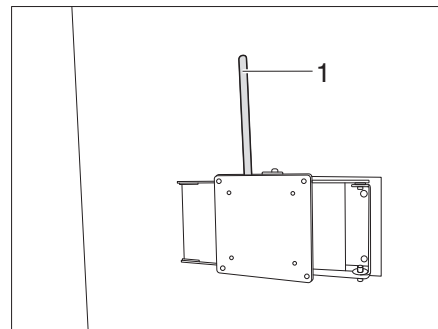

Figure 134 Support à bras articulé (variante 4)
- Tirer sur le levier (Figure 134,1).
- Repousser le levier (Figure 134,1) vers le dispositif de blocage en position initiale.